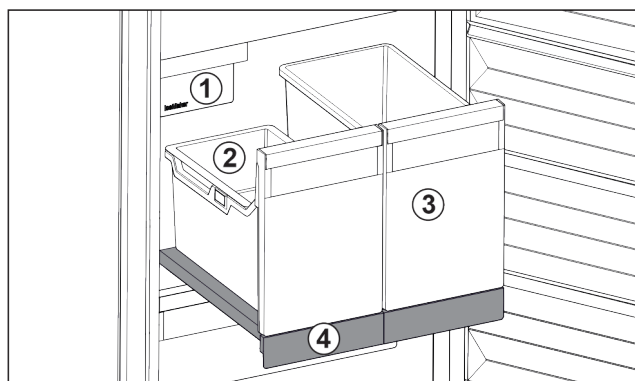

Fig. 190 Izvelkamais plaukts ar IceTower
Uz izvelkamā plaukta atrodas divas augstas tvertnes (IceTower). Tvertnē Fig. 190 (2) tiek savākti un uzglabāti ledus gabaliņi no IceMaker. Tvertne Fig. 190 (3) ir piemērota augstu pārtikas produktu, piem., picu vai alkoholisko dzērienu glabāšanai.